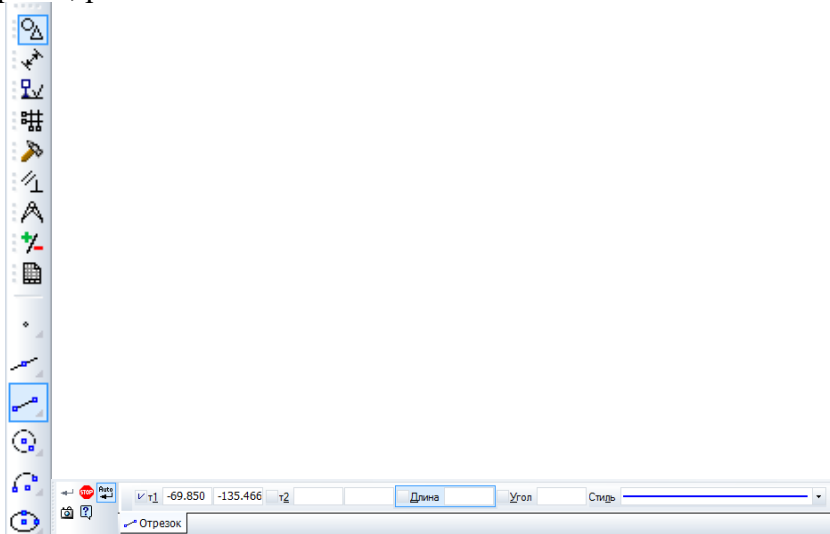

Рис. 1.1. Вкладка **Геометрия**
2. Щелкните на кнопке **отрезок** на панели инструментов **Геометрия**  – система перешла в режим построения отрезка, рис.1.1.